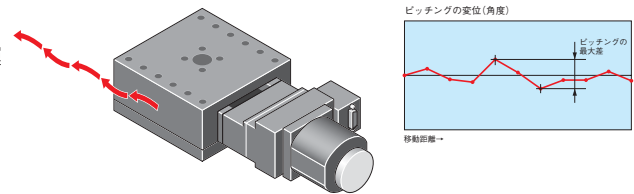

図3-10 ピッチング
3.10 ピッチング [JIS B 6191-1993 準拠] [図3-10]